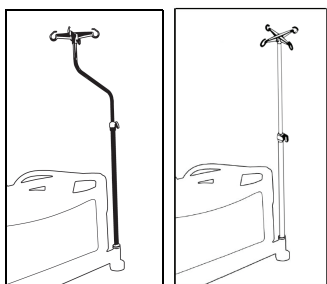

Figura 22 – Instalación de la percha i.v.
1. Inserte la percha i.v. en uno de los cuatro manguitos para accesorios (Figura 22).